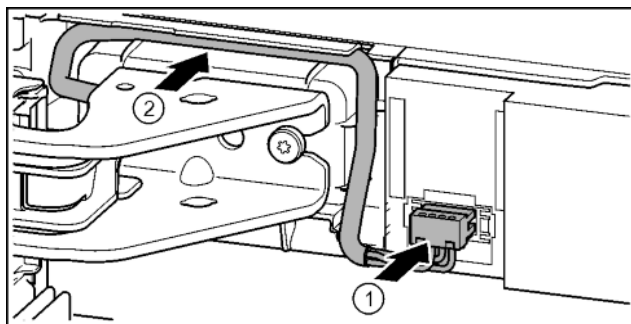

Fig. 40
- ▶ Pattintsa be a dugót a felső csapágybak felett, és óvatosan helyezze a csatornába a kábelpázmákat. *Fig. 40 (1)*
- ▶ A szürke kábelt óvatosan helyezze be a felső csapágybak feletti vezetősínbe. *Fig. 40 (2)*